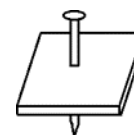

Рис.4
**3.5.** Если дюбель входит в основание слишком легко и глубоко - базовый материал слишком мягкий. Это также может повлечь сквозной прострел (см. рис.4). И в данном случае основание не подходит для использования технологии прямого монтажа.